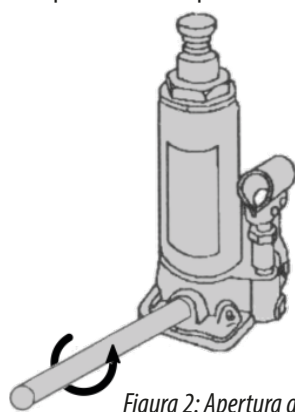

Figura 2: Apertura della valvola di spurgo
- Aprire la valvola di spurgo inserendo la parte centrale della leva di pompaggio sul pomello della valvola di spurgo e ruotare lentamente in senso antiorario (al massimo una sola rotazione) (figura 2).
- Aprire la valvola di spurgo inserendo l'estremità sottile della leva di pompaggio sul quadro della valvola di spurgo e ruotare lentamente in senso antiorario (al massimo una sola rotazione) (figura 2).